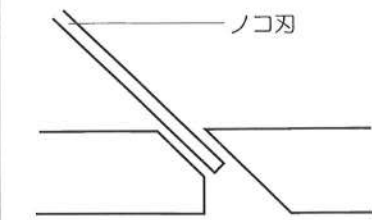

図11
- ☑傾斜切断をするときは、ノコ刃の側面と平行になるようにハンドルを軽く押えて切断してください。ノコ刃の側面と垂直になるようにハンドルを押えますと、ノコ刃は刃口板に接触します。(図11参照)